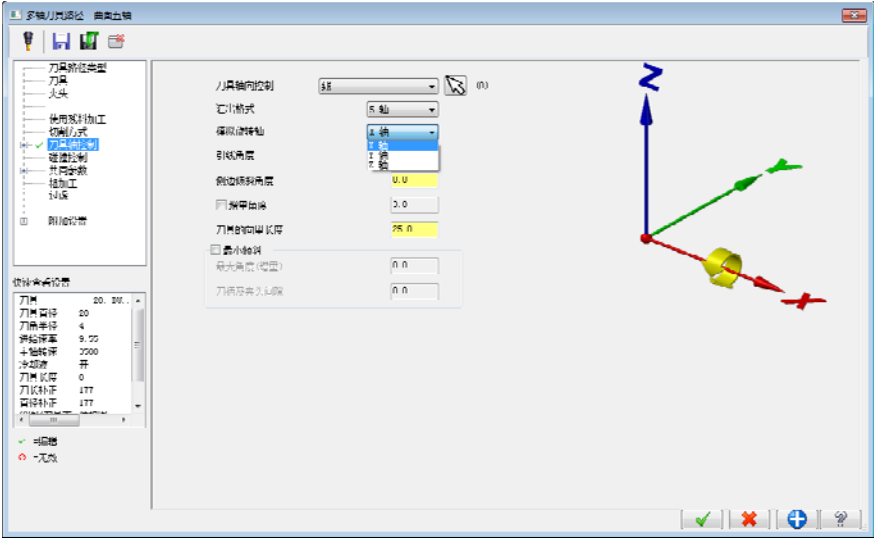

图 11-2 “刀具轴控制” 设置
- 4 轴：选中该选项时，在加工前要对刀具轴的方向进行设置；单击“左边刀具轴控制”，系统出现如图 11-2 所示的对话框，在对话框中我们可以设置刀具旋转的方向。